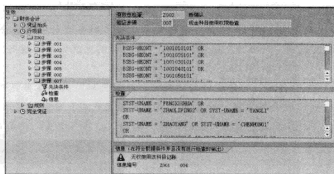

图 5-40 检查现金科目的使用权限
STEP 7 检查现金科目的使用权限。创建左树中“行项目”的“步骤 007”，可以在右栏中定义现金科目使用权限有效性的检查，如图 5-40 所示。